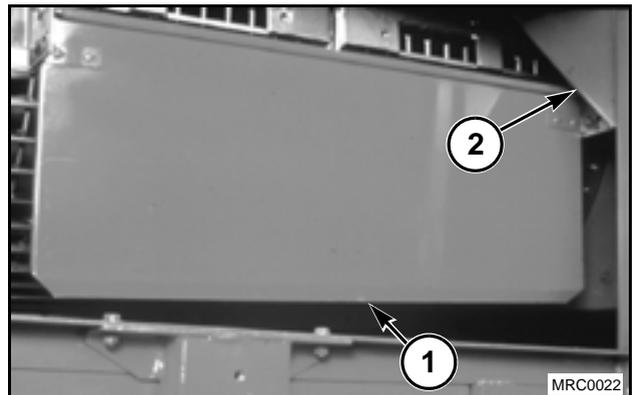

FIG. 192
FIG. 192: los paneles deflectores (1) están ubicados a ambos lados de las grillas de separación, entre los lados y las grillas de la cosechadora. Los deflectores están ajustados por pernos (2) (en cada extremo del panel deflector) y moviendo el panel hacia adentro o hacia fuera se puede alcanzar la posición deseada. Una correcta posición de los paneles deflectores brindará una distribución más pareja de la granza y el grano en la zaranda de limpieza.